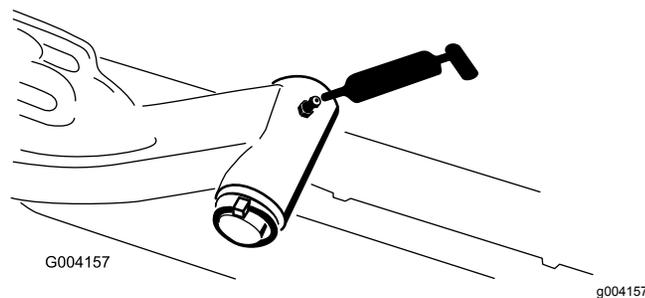

Figura 75
- Albero del perno del braccio di sollevamento (1 cad.) (Figura 75)